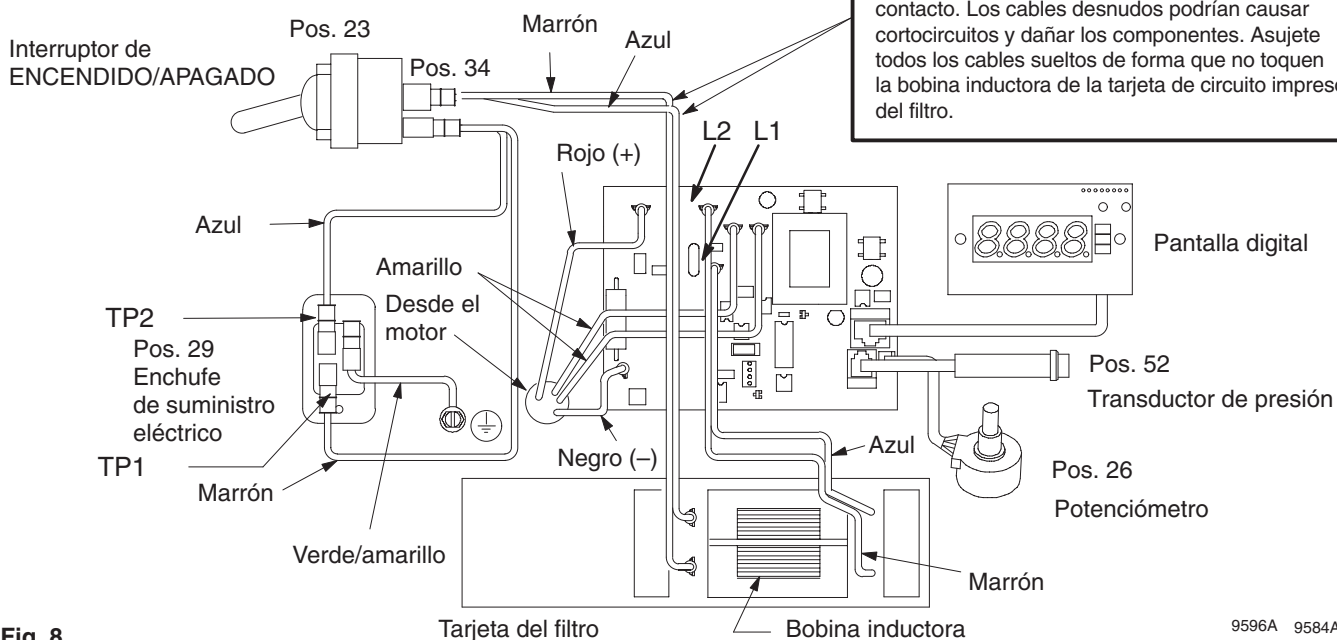

Fig. 8
2. Fig. 8. Retire los cuatro tornillos (18) y la tapa del dispositivo de control de la presión (39).
3. Desenchufe el conector de la pantalla (B) del enchufe (C).
4. Desconecte los cuatro cables (A) del interruptor de ENCENDIDO/APAGADO (23).
5. Retire la funda (25) y el anillo de bloqueo (24). Retire el interruptor de ENCENDIDO/APAGADO (23).
- Conectar a la tarjeta de circuito impreso de control del motor (35):
- Cable (E) al transductor.
- Cable (D) al potenciómetro.
- Tarjeta de circuito impreso del filtro (X) (no para los pulverizadores 120 VCA).
- Cable (B) desde la pantalla de visualización (no para los pulverizadores 120 VCA).
- Asujete todos los cables sueltos de forma que no toquen la bobina inductora de la tarjeta de circuito impreso del filtro (no para los pulverizadores 120 VCA). Vea la **PRECAUCIÓN** del **Diagrama de cableado**, Fig. 8 ó 9.
- Instale la cubierta (39) con los cuatro tornillos (18).